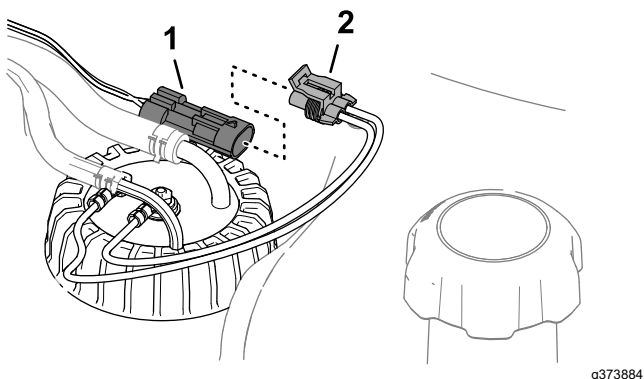

Bild 92
3. Trennen Sie den 2-poligen Steckverbinder des Kraftstoff-Füllstandsensors von dem 2-poligen Steckverbinder des Maschinenkabelbaums (Bild 92).